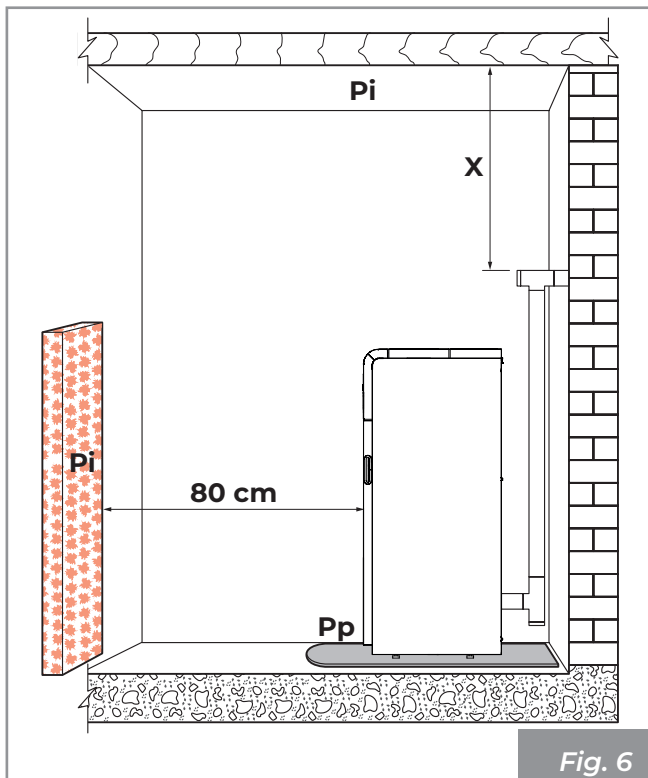

Fig. 6
Si ricorda di rispettare la distanza minima dai materiali infiammabili (X), riportata sulla targhetta identificativa dei tubi usati per realizzare il camino (Fig. 6).